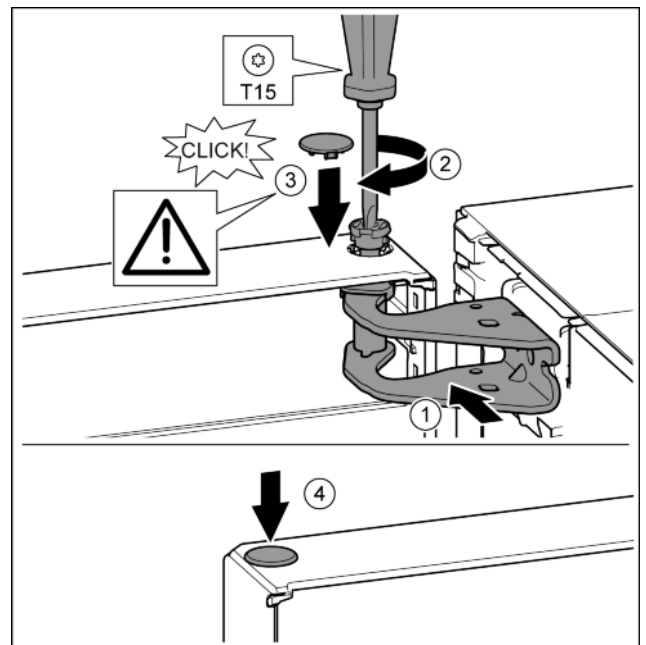

Fig. 21
- ▶ Регулирайте вратата горе спрямо отвора в лагерната стойка. *Fig. 21 (1)*
- ▶ Поставете болта и затегнете здраво с отвертка T15. *Fig. 21 (2)*
- ▶ Монтаж на предпазния капак за осигуряване на вратата: Поставете предпазния капак и проверете дали той е допрян до вратата. В противен случай поставете изцяло болта. *Fig. 21 (3)*
- ▶ Поставете тапата. *Fig. 21 (4)*